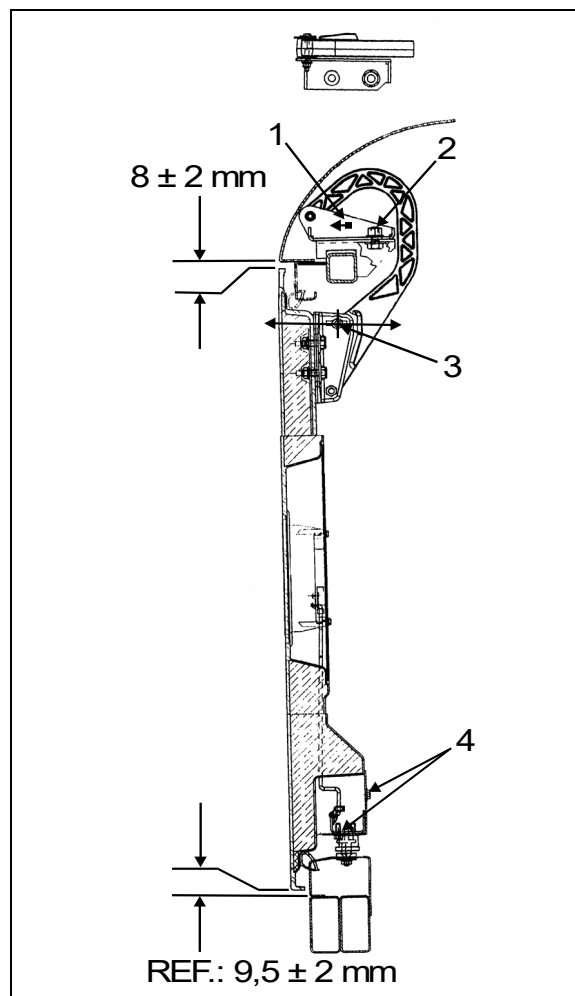

FIGURE 77 : CHARNIÈRE DE PORTE SUPÉRIEURE 18194
2. Desserrer l'écrou (2, Figure 77).
3. Déplacer la pièce (1, Figure 77) le plus près possible de l'extérieur de l'autocar, de façon à ce qu'il y ait suffisamment d'espace pour que la porte s'ouvre.
4. Desserrer l'écrou (2, Figure 77).
5. Desserrer l'écrou (3, Figure 77). La charnière permet à la porte de bouger vers l'intérieur ou l'extérieur.
connaître les intervalles précis. Si nécessaire, se servir de l'ajustement permis par la pièce mobile numéro 1, Figure 77.